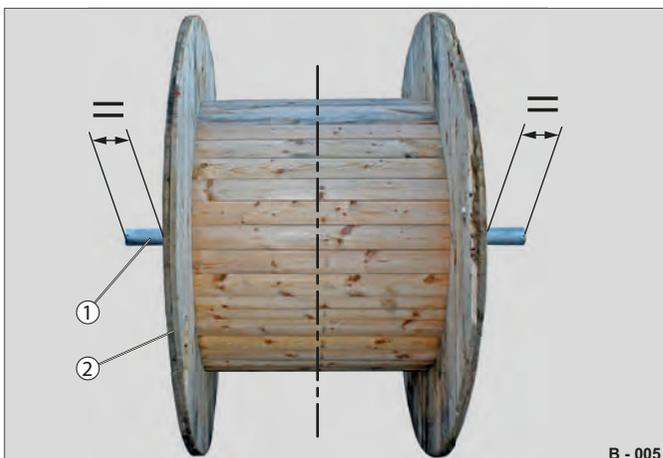

Fig. 7 Équilibrage
► Positionnez l'axe de transport (Fig. 7 /1) de façon à ce que le touret (Fig. 7 /2) soit centré.